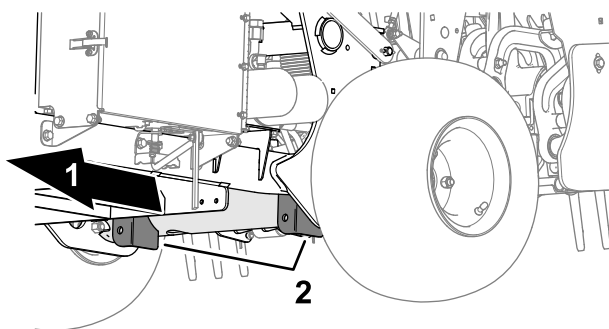

Figura 139
3. Collocate il cavalletto metallico con sicurezza sotto la piastra del telaio, appena oltre la ruota posteriore (Figura 139).